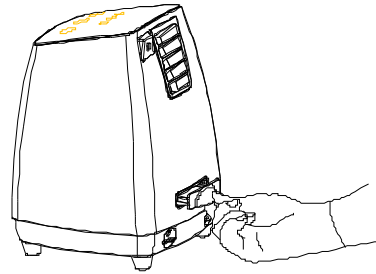

Рис. 4
7.4 Прибор оснащен отсеком для ароматического масла. При добавлении в него ароматического масла происходит ароматизация воздуха. Ароматическое масло в комплект не входит (рис. 4).